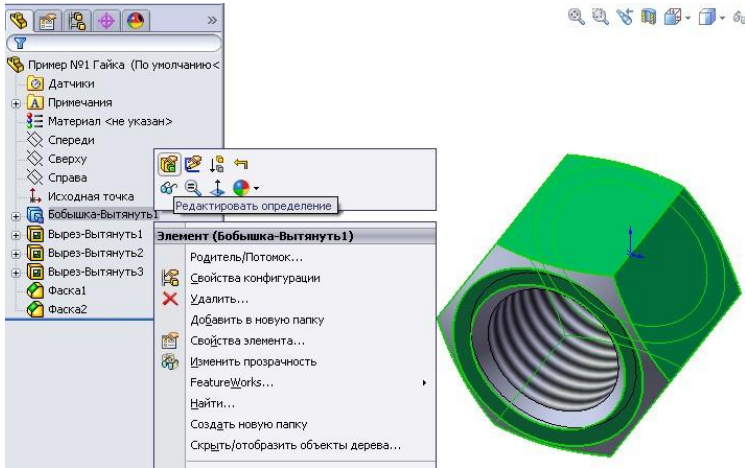

Рисунок 8.16 - Редагування параметрів гайки
6. Клацнемо по цьому рядку правою кнопкою миші й у контекстному меню виберемо команду - «**Редактировать определение**» (рис. 8.16).